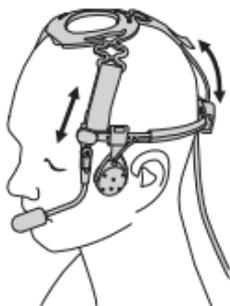

Figure 2 : port du transducteur temporal haute résistance
1. Portez le transducteur temporal haute résistance comme illustré sur Figure 2.